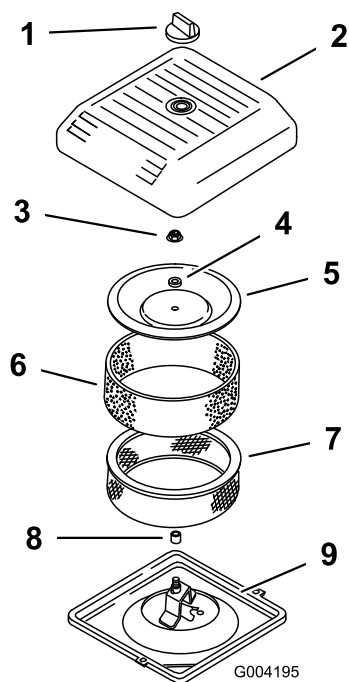

图 39
3. 拧下旋钮并取下空气滤清器盖图 39。
4. 小心将泡沫预滤器滑出纸质滤芯图 39。
5. 拧下护罩螺母并取下护罩、隔片和纸质过滤器图 39。
- 将空气滤清器总成放到空气滤清器基座上 (图 39)。
- 安装护罩、隔片、并使用护罩螺母固定 (图 39)。上紧螺母扭矩至 11N·m。
- 安装空气滤清器盖、使用旋钮固定 (图 39)。